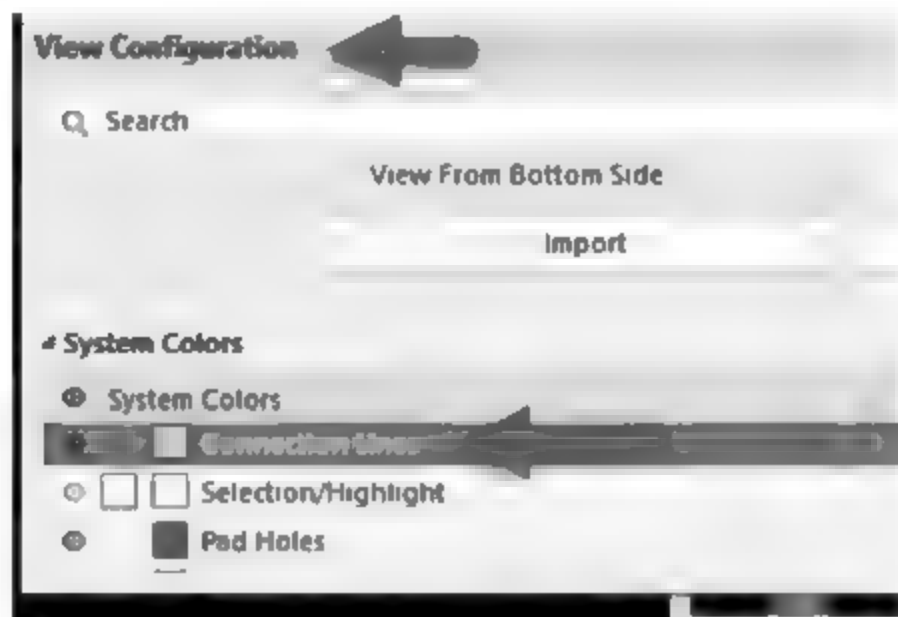

图 8-48 视图配置
(3) 视图配置里把飞线显示一栏隐藏了。按快捷键 L,显示 Connection Lines 即可,如图 8-48 所示。